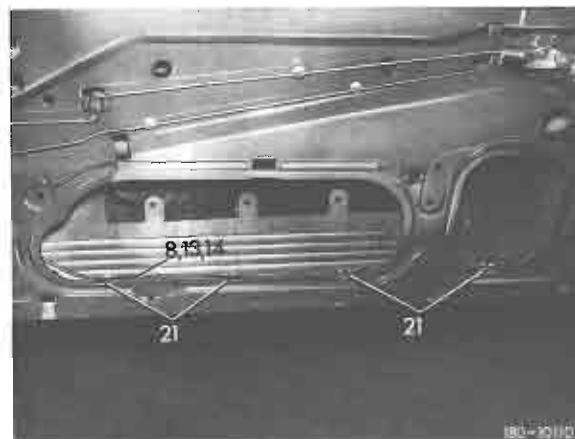

Bild 7
30 Unterdruckleitungen (8, 13 und 14) mit vier Steckklammern (21) an der linken Türe befestigen (Bild 7).
33 Unterdruckleitungen (13 und 14) mit vier Steckklammern (21) an der rechten Türe befestigen (Bild 7).